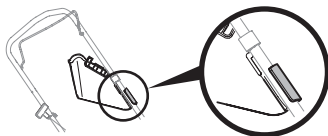

Figure 19
**NOTE :** Certains déflecteurs d'éjection latérale sont dotés d'une attache qui permet de les retenir au guidon. Si tel est le cas, le déflecteur d'éjection peut être fixé au guidon même lorsqu'il n'est pas utilisé (Figure 19).